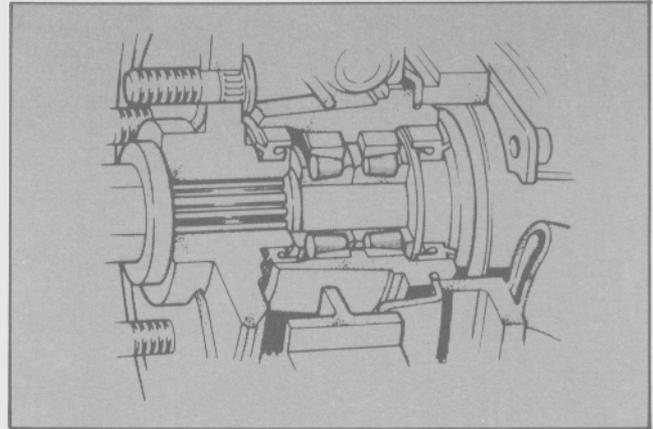

Fig. 21. Corte de una maza de rueda
- Retirar los retenes de grasa exterior e interior con la herramienta especial T81A-4676-BAS (Figs. 21 y 22).
- Retirar los dos cojinetes de rodillos cónicos (Figs. 21 y 22).